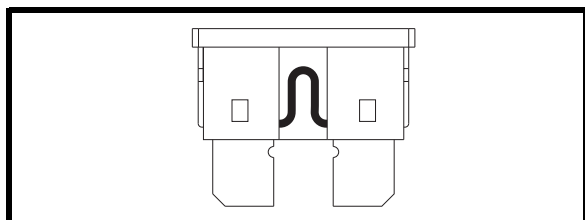

Figure 23. Fusible en bon état
2. Examinez-le pour vérifier s'il est brûlé. **Voir les figures 23 et 23A.**